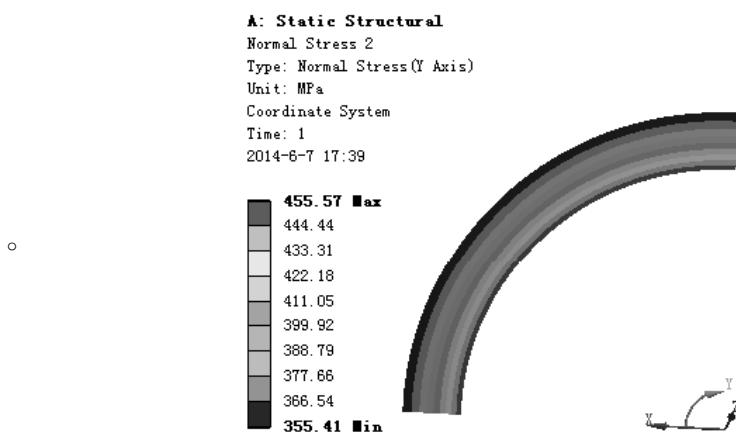

图 7.5.30 切向应力结果图解
(4) 查看切向应力结果图解。在“Outline”窗口中选中 Normal Stress 2，查看图 7.5.30 所示的切向应力结果，其最小切向应力为 355.41 MPa，最大切向应力为 455.57 MPa。